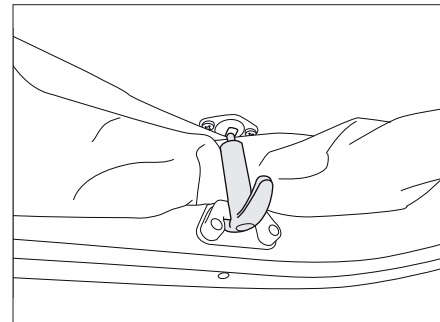

Bild 136 Sicherung Schlafdach
- Sicherungen (Bild 136) durch Ziehen lösen.
- Sicherungen (Bild 136) leicht nach unten ziehen und einhaken.